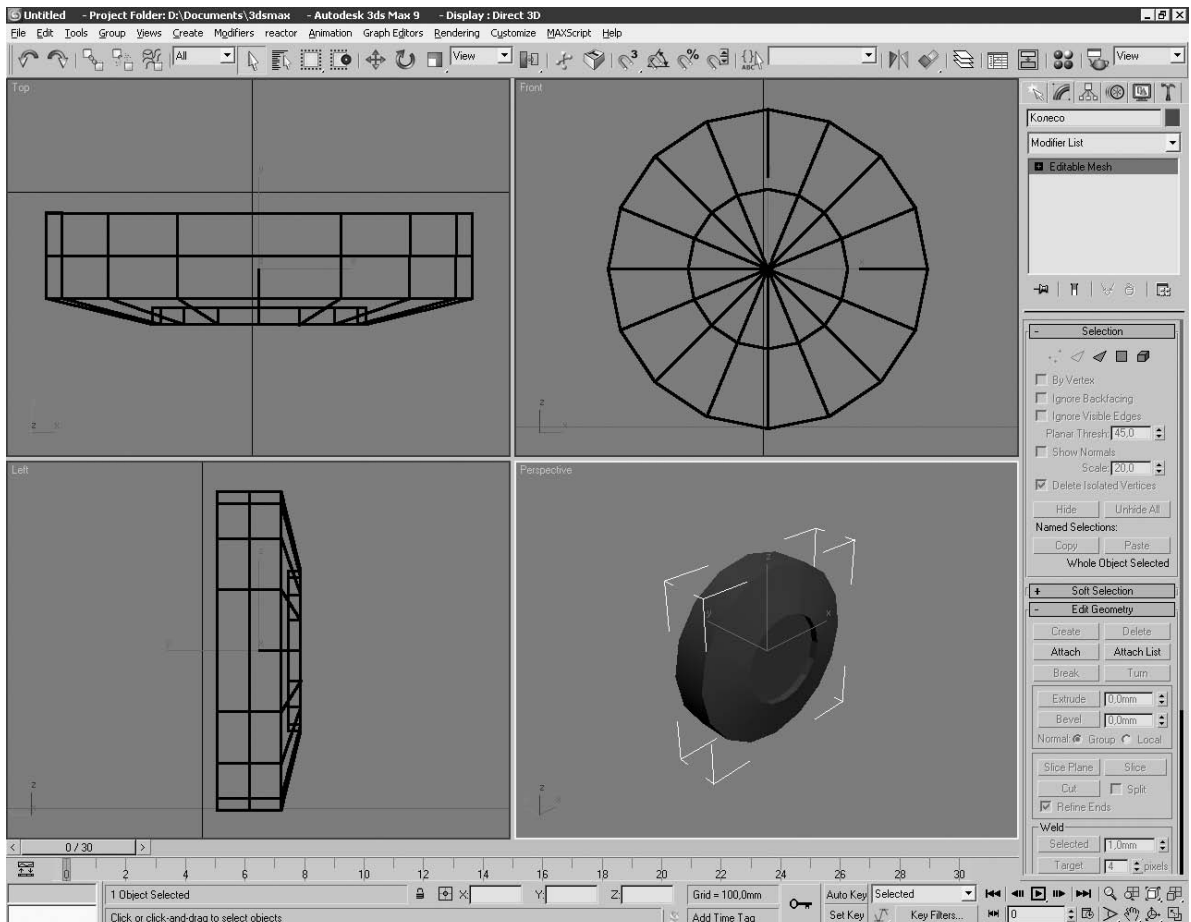

Рис. 4.12
3. Перейти на уровень подобъектов Edge (Ребро) и придать нужную форму одному из оснований цилиндра (рис. 4.12).